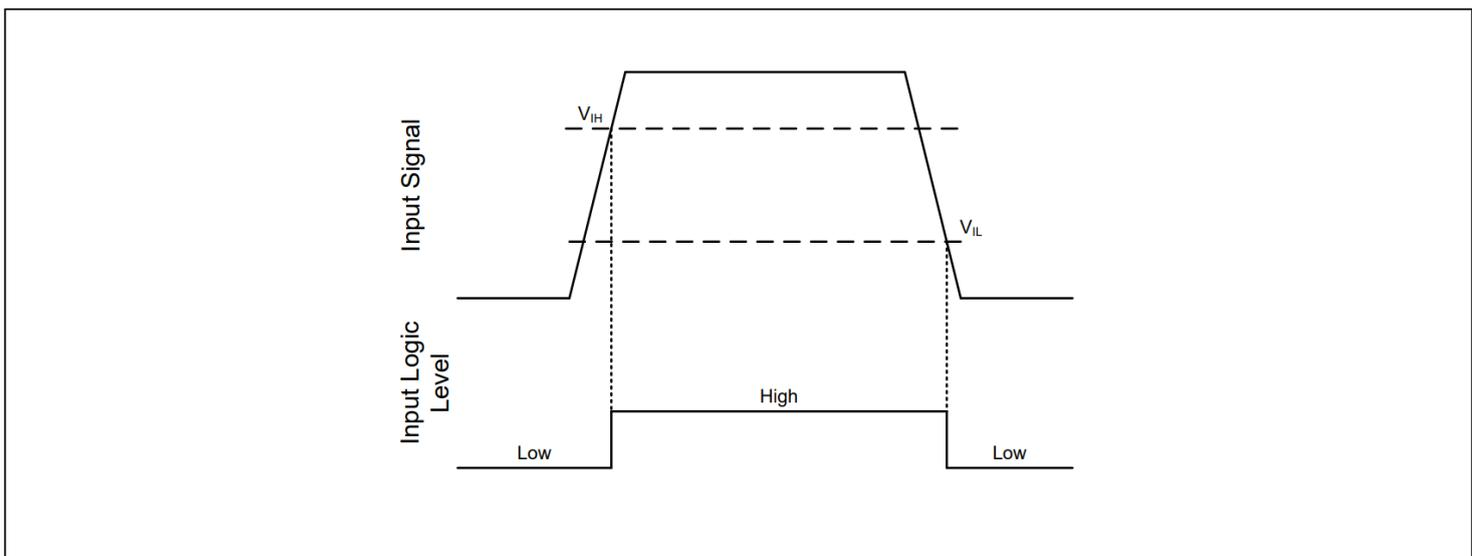

图 13 V_{IH} 和 SD 输入阈值
输入引脚基于 TTL 和 CMOS 兼容的输入阈值逻辑，与 V_{CC} 电源电压无关。图 13 说明了 2ED2109 (4) S06F (J) 的输入信号、输入阈值以及输入信号导致的集成电路逻辑状态。典型的高阈值 (V_{IH}) 为 2.1 V，典型的低阈值 (V_{IL}) 为 0.9 V。
3.3 V 和 5 V 数字电源控制器设备。与传统 TTL 逻辑实现相比，更宽的迟滞电压（通常为 0.9 V）提供了增强的抗噪能力，而 TTL 逻辑通常小于 0.5 V。2ED2109 (4) S06F (J) 还具有对输入引脚阈值电压水平的严格控制，从而简化了系统设计考虑并确保在整个温度范围内稳定运行。2ED2109 (4) S06F (J) 的输入引脚能够承受高于器件 V_{CC} 引脚上偏置电压的电压。